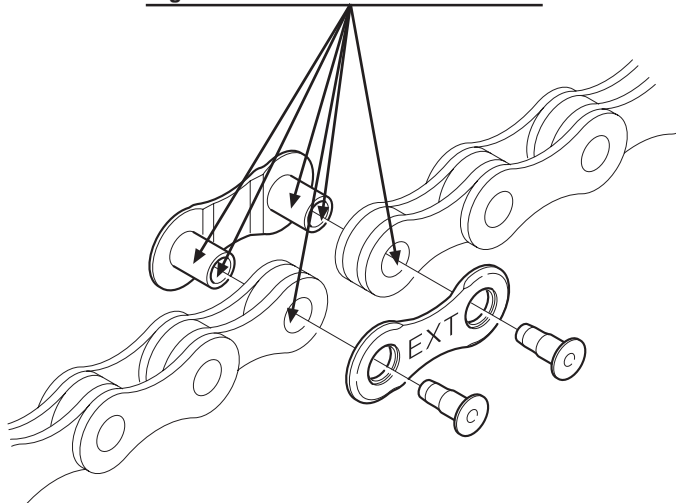

Fig. 4
• Chiudete la catena inserendo la parte interna della maglia "permalink" nelle due estremità della catena e applicando successivamente la parte esterna della maglia "permalink" (Fig. 4).
**GB** • Before permanently closing the "permalink", lubricate with grease where indicated in figure 4.
• Connect the two ends of the chain by inserting the inner part of the "permalink" and then the outer part of the "permalink" (Fig. 4).
**D** • Bevor Sie die Lasche schließen, fetten Sie die in Abb. 4 angegebenen Punkte ein.
• Die Kette schließen, indem Sie die innere Lasche vom „Permalink“ an beiden Enden verketteten und nun dessen äußere Lasche anbringen (Abb. 4).
• Cerrar la cadena enganchando la parte interna del eslabón de cierre "permalink" a las dos extremidades y aplicar después la parte externa del eslabón de cierre "permalink" (Fig. 4).
• Verbind de twee uiteinden van de ketting aan elkaar door eerst de binnenkant van de "permalink" en daarna de buitenkant van de "permalink" te monteren (Fig. 4).